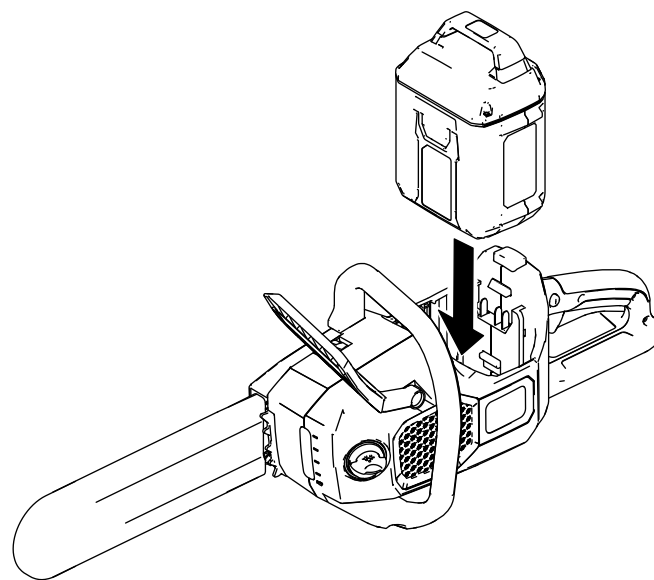

Figura 24
2. Alinee la lengüeta de la batería con el hueco correspondiente de la motosierra (Figura 24).